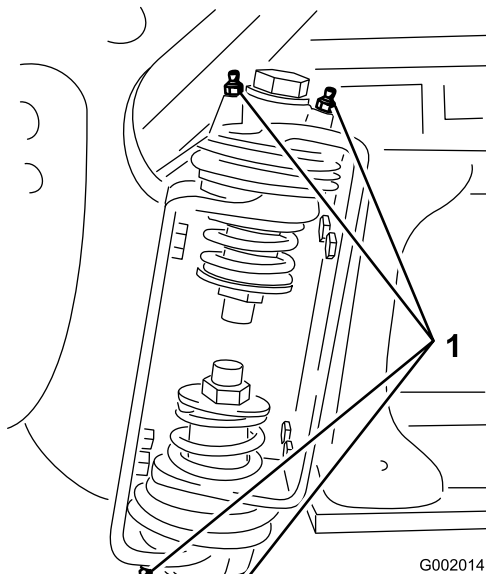

Figura 42
2. Bombear grasa en el cojinete o casquillo de cada punto de engrase Figura 42.